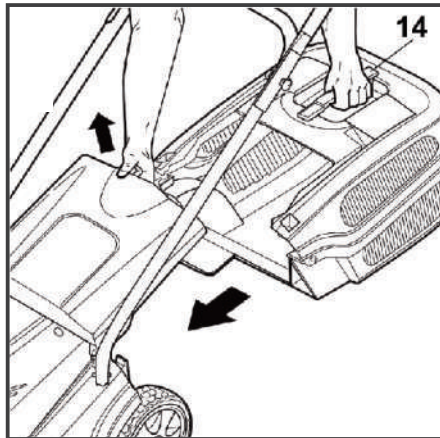

Рис.22
3. Вытащите травосборник в обратном направлении. Рис. 22